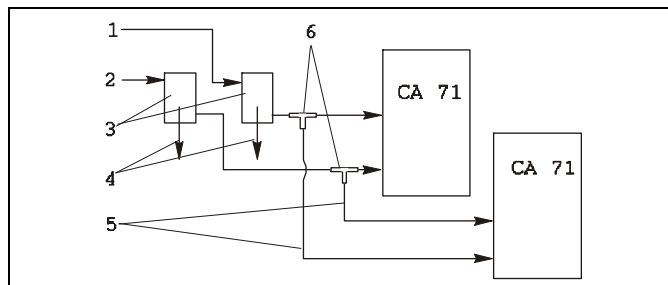

Рис. 14: Пример установки
- Расстояние между анализаторами минимально возможно: длина линии пробоотбора между Т-образным участком и вторым анализатором (Рис. 14, позиция 5) составляет менее 1.5 м